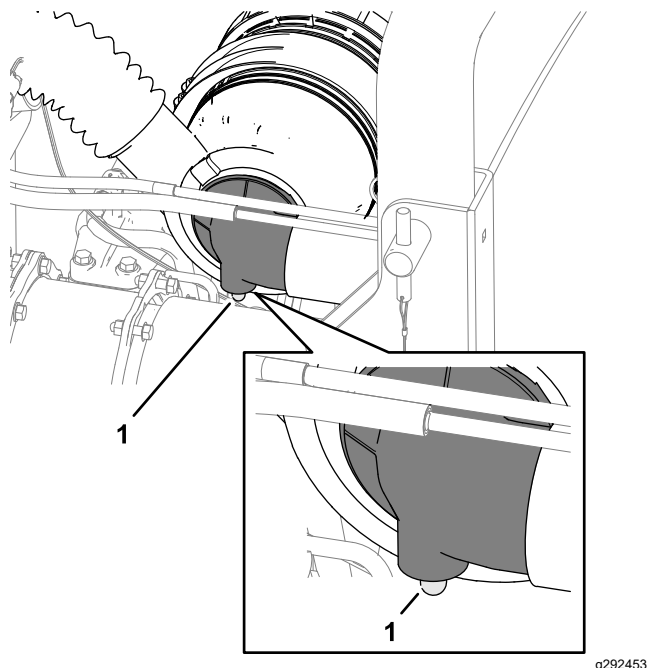

Figura 51
2. Controllate la spia di ostruzione del filtro dell'aria (Figura 51).
Nota: Revisionate il filtro primario dell'aria quando la spia di ostruzione del filtro (Figura 51) è rossa. La sostituzione del filtro dell'aria con frequenza aumenta la possibilità di ingresso di sporcizia nel motore quando il filtro viene rimosso.